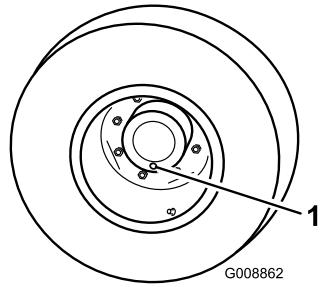

Figure 60
- Placez la machine sur une surface plane et horizontale et tournez une roue de sorte que l'un des bouchons de contrôle/vidange se trouve à la position la plus basse (6 heures) (Figure 60).